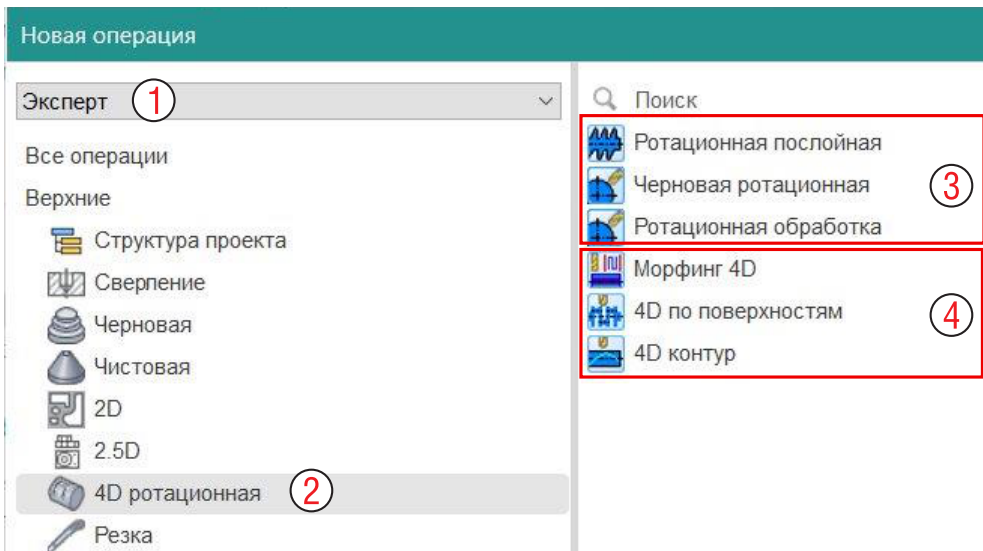

Рис. 12-2. Список ротационных операций.
Нажмите на иконку **Новая операция**, список доступных операций появится. В режиме **Эксперт** (1 на рис. 12-2) выберите тип **4D ротационная** (2). В